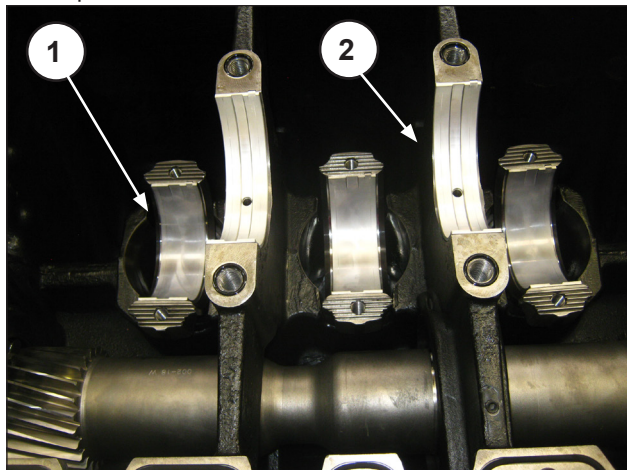

Fig. 95
Aplique os semi-rolamentos entre as três semi-hastes e nos suportes do banco do cârter dianteiro (Fig. 95 pos. ①, ②). Posicione os três grupos com o cabeçote da haste na parede dos respectivos cilindros.
Para evitar possíveis inversões dos semi-rolamentos, respeite rigorosamente a imagem indicada acima (Fig. 95); especificamente os semi-rolamentos da haste não são vazias no tronco (pos. ①) enquanto que os do banco tem o vazio e o furo de lubrificação (pos. ②). Antes da montagem do eixo de manivela, certifique-se novamente sobre o posicionamento correto dos semi-rolamentos.